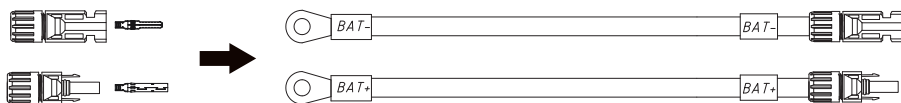

Figura 4.13
1. Scoateți cei doi conectori ai bateriei din pachet și sertizați-i așa cum se arată în Figura 4.13.